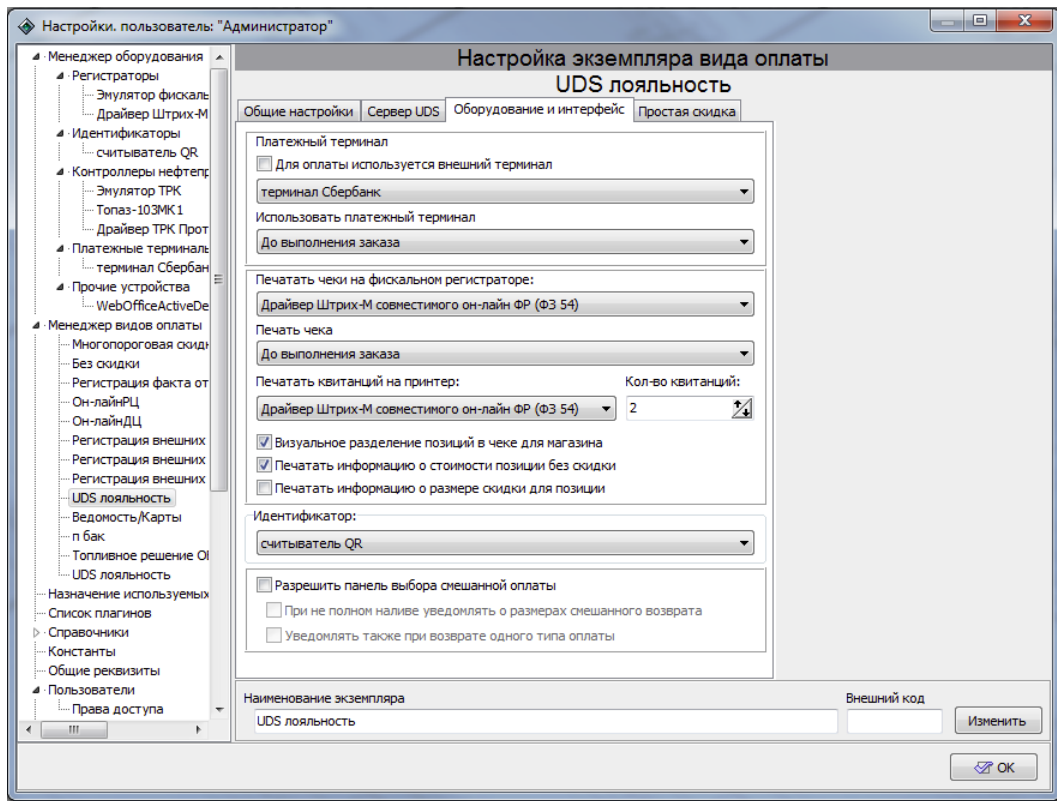

Рисунок 58. Настройка шаблона вида оплаты "UDS лояльность", вкладка "Оборудование и интерфейс".
3. В разделе **"Оборудование и интерфейс"** можно подключить платежный терминал для безналичной оплаты и идентификатор для считывания QR-кода, если Вы используете данное оборудование (рисунок 58);